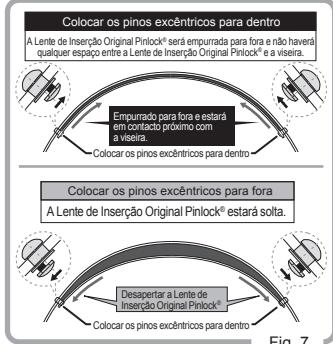

Fig. 7
2. Ajustar os pinos excéntricos usando uma ferramenta adequado. (Fig. 7)